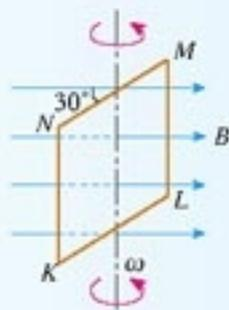

图 5.1-5 线框绕竖直轴以角速度 ω 匀速转动
- 如图 5.1-5 所示， $KLMN$ 是一个竖直的矩形导线框，全部处于磁感应强度为 B 的水平匀强磁场中，线框面积为 S ， KL 边水平，线框绕某竖直固定轴以角速度 ω 匀速转动。在 KL 边与磁场方向到达 30° 角的时刻（图示位置），导线框中产生的瞬时电动势 e 的大小是多少？标出线框此时电流的方向。已知线框按俯视图的逆时针方向转动。